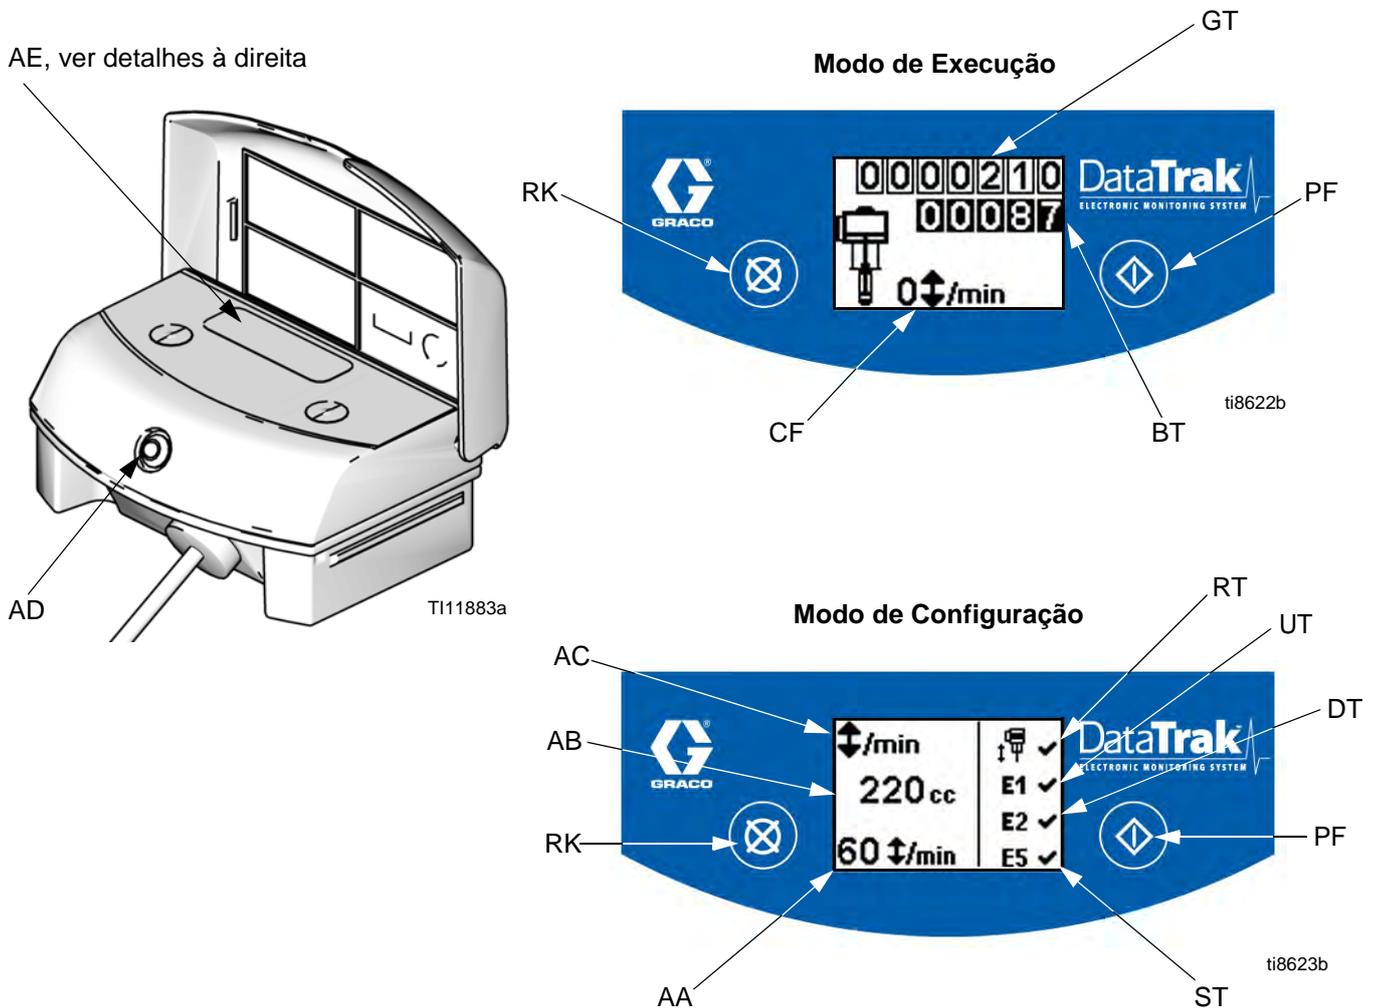

FIG. 9. Controlos e Indicadores do DataTrak
## Legenda para a FIG. 9
1. Consulte a FIG. 9. Premir continuamente  durante 5 segundos até aparecer o menu de configuração.
**NOTA:** No caso de desferragem, as opções de erro E1, E2 e E5 são activadas e  aparece no ecrã de configuração. Consulte a FIG. 9.
1. Consulte a FIG. 9. Se ocorrer uma desferragem da bomba, o solenóide de desferragem irá actuar, parando a bomba. O LED (AD) fica intermitente e o visor (AE) indica uma condição de desferragem
⊗ (consulte a FIG. 9).
1. Consulte a FIG. 9. Para aceder ao modo de escorvar/lavar, prima qualquer tecla para activar o visor e, em seguida, prima . Aparece o símbolo de escorvar/lavar no visor e o LED fica
Consulte a FIG. 9. O último algarismo do totalizador de lote (BT) representa as décimas partes de galões ou de litros. Para reiniciar o totalizador, prima qualquer tecla para activar o visor e, em seguida, mantenha premida durante 3 segundos.
Consulte a FIG. 9. Em modo de funcionamento, o visor (AE) desliga-se após 1 minuto de inactividade ou após 3 minutos no caso do modo de configuração. Prima qualquer tecla para activar o visor.
**NOTA:** O visor (AE) pode desligar-se se o DataTrak sofrer uma descarga intensa de electricidade estática. Prima qualquer tecla para activar o visor.
O DataTrak consegue diagnosticar diferentes problemas da bomba. Quando o monitor detecta um problema, o LED (AD, FIG. 9) fica intermitente e aparece um código de diagnóstico no visor. Consulte a Tabela 1.